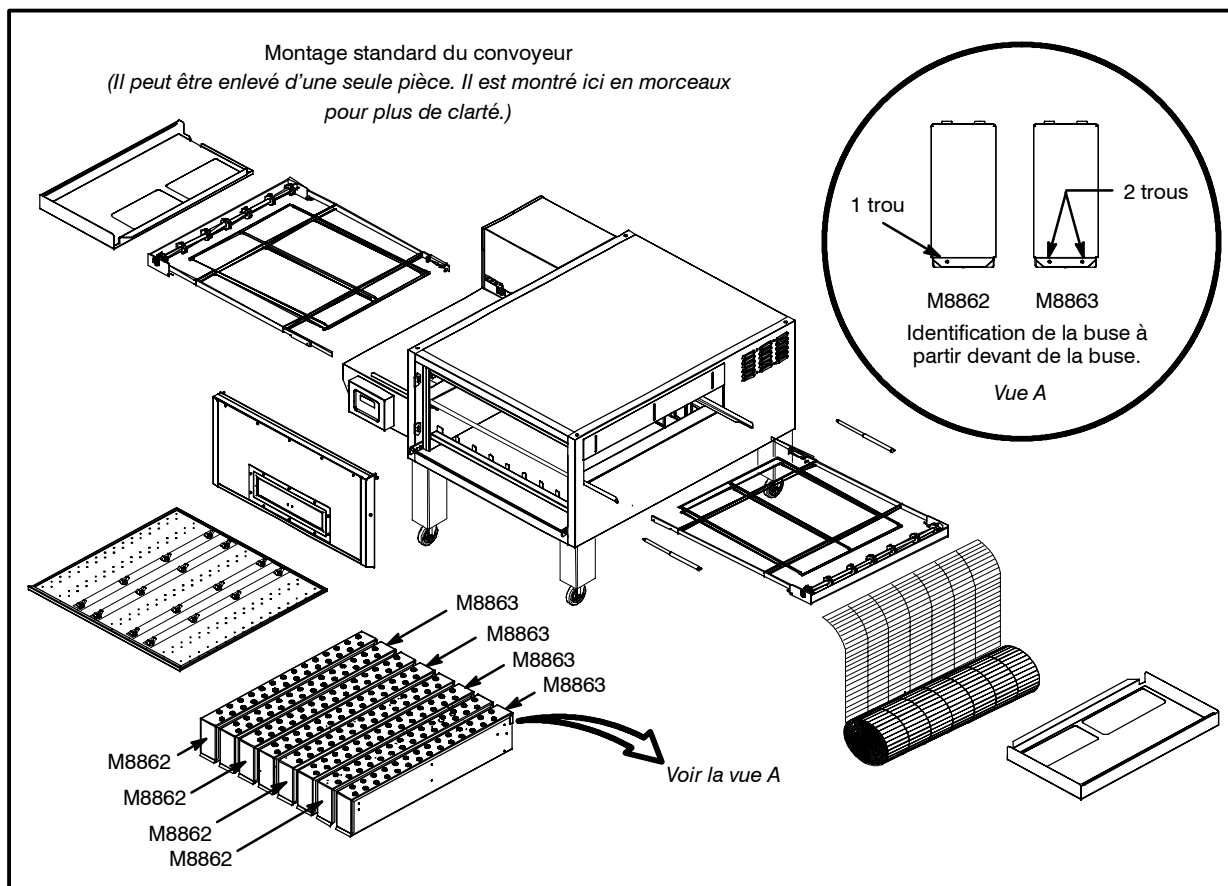

Figure 25
– À partir d'une extrémité, glissez la courroie pour la sortir. Assurez-vous de rouler la courroie tel qu'indiqué dans la Figure 25. Autrement, la courroie sera à l'envers lorsque vous voudrez la rentrer de nouveau..
9. Remontez le four. Assurez-vous que les buses sont installées dans le bon ordre. Voir la Figure 25.